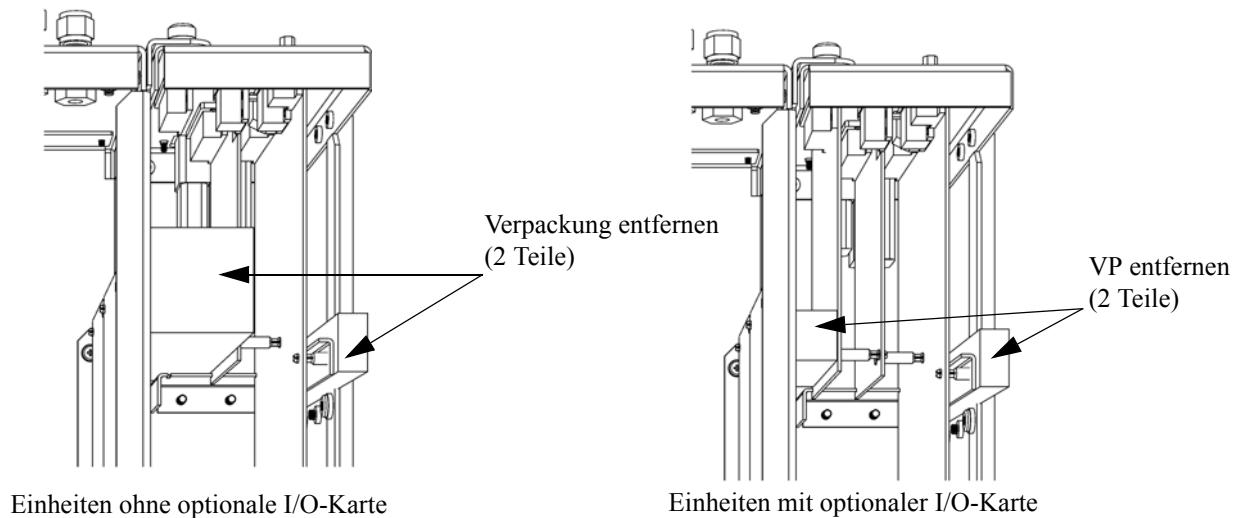

Abb. 2-1. Entfernen der Verpackung
3. Entfernen Sie das Verpackungsmaterial (Abb. 2-1).